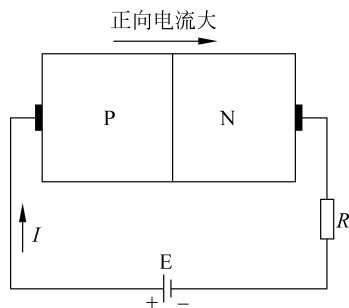

图 1-1 PN 结外加正向电压
(1) 外加正向电压时,正向电流较大。PN 结加正向电压的情况,如图 1-1 所示,即直流电源正极接 P 区,负极接 N 区。此时,PN 结处于导通状态,导电方向从 P 区到 N 区,PN 结呈现的电阻称为正向电阻,其值很小,一般为几欧到几百欧。